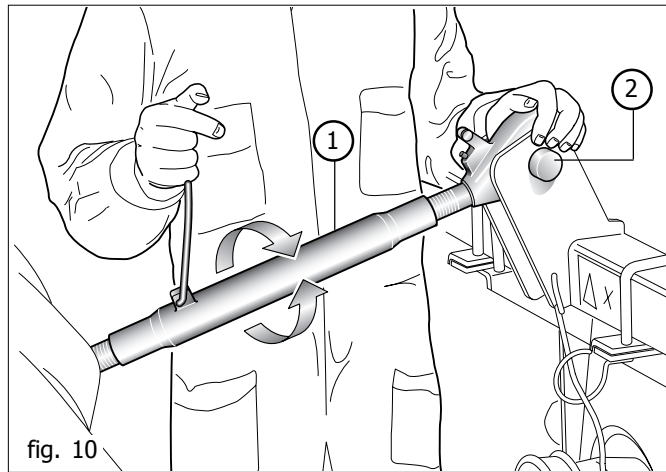
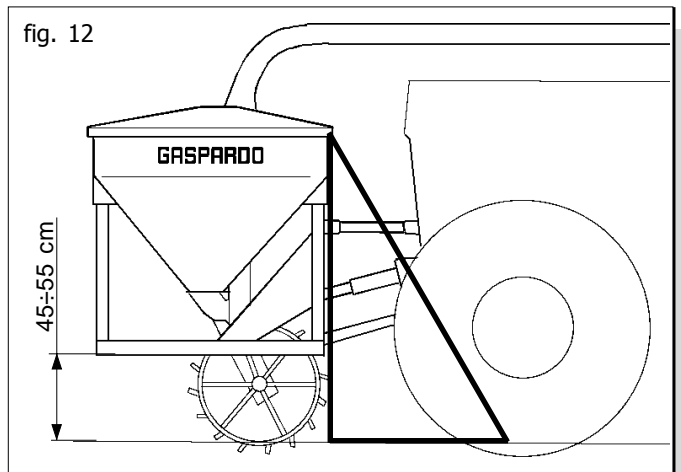

fig. 10
fig. 12
- 2) Den oberen dritten Punkt (2 Abb. 10) ankuppeln. Der Stift muß durch seinen Splint blockiert werden; mit der Einstellzugstange (1 Abb. 10) die Sämaschine senkrecht zum Boden ausrichten (Abb. 12).
- 5) Das Frontanbaugerät anheben und die Stützfüße abnehmen. Das Antriebsrad muß sich einwandfrei drehen können, hierzu die Höhe des Anbaugeräts bei Arbeitsstellung einstellen (45 bis 55 cm, Abb. 12). Diese Einstellung muß während des gesamten Sävorgangs konstant beibehalten werden.